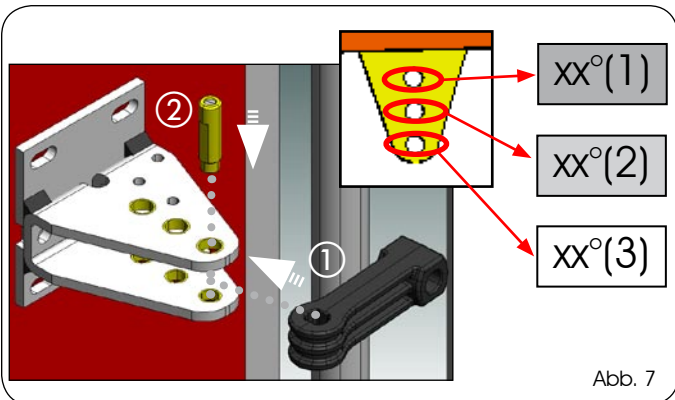

Abb. 7
2. Wie in der Tabelle 1 (siehe weiße oder graue Felder) dargestellt, muss die Befestigungsbohrung auf dem hinteren Bügel ermittelt und die Gabel (Abb. 7 Bez. ①) installiert werden. Hierzu den mitgelieferten Bolzen (Abb. 7 Bez. ②) einbauen.